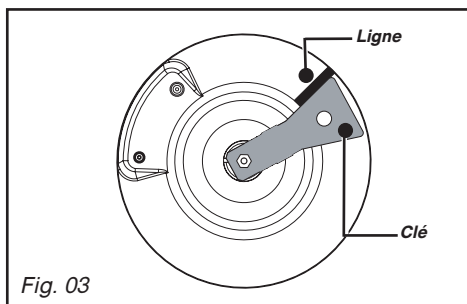

Fig. 03
– Tournez la clé dans le sens des aiguilles d'une montre jusqu'à ce que la ligne apparaisse de l'autre côté (Fig. 03).